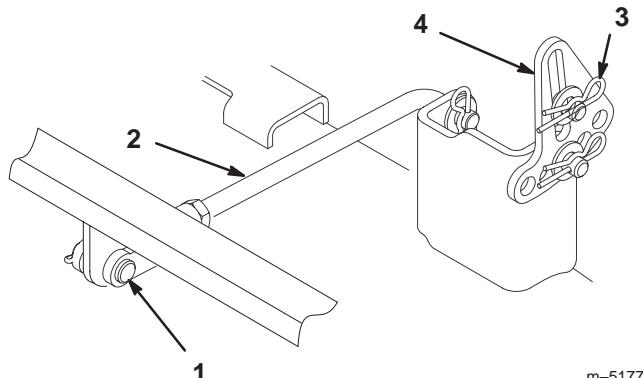

Figure 46
6. Retirez la goupille fendue et l'axe de chape de la tige du tourillon arrière (Fig. 46) de chaque côté du plateau de coupe.
7. Enlevez la goupille fendue et la rondelle des pattes de mise à niveau (Fig. 46) de chaque côté du plateau de coupe. Notez dans quel trou la patte de mise à niveau est montée, en prévision de la repose. Dégagerez les pattes de l'axe de montage.
6. Fixez le tourillon arrière à la machine à l'aide de l'axe de chape et de la goupille fendue (Fig. 46) de chaque côté du plateau de coupe.
7. Glissez les pattes de mise à niveau sur les axes de montage et fixez-les à l'aide des rondelles et des goupilles fendues (Fig. 46).